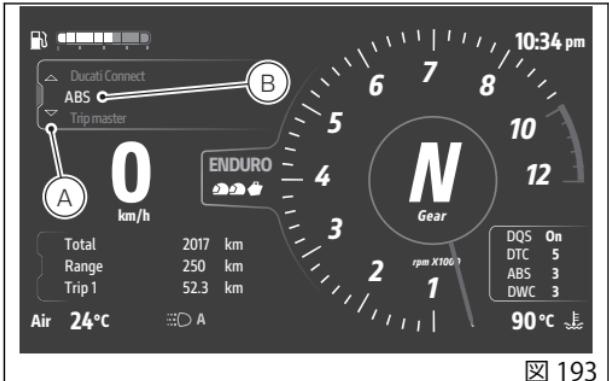

図 193
- ジョイスティックを ▲ の位置に長く押し、インタラクティブメニューを選択します (A、図 193)。
- ジョイスティック ▲▼ を使用して「ABS」を選択し (B、図 193)、「ENTER」を押します。